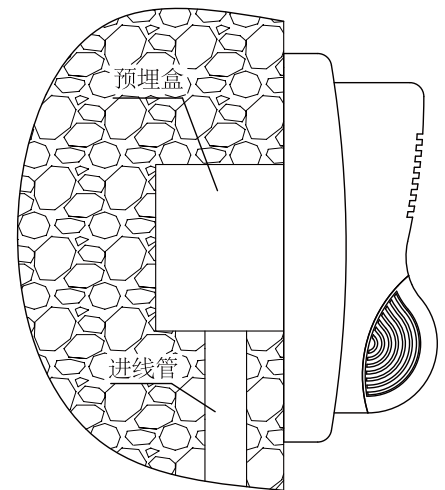
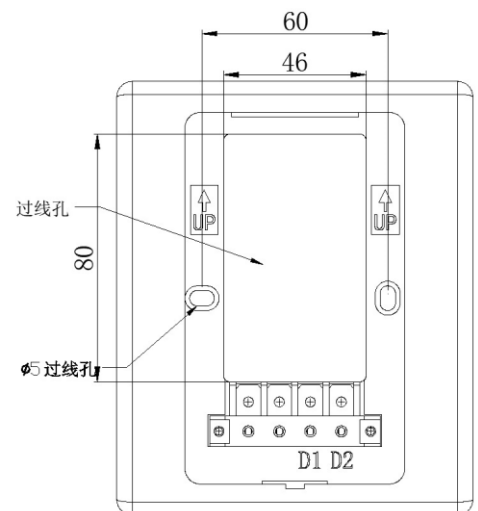

图2 进线管预埋示意图
图3 火灾声光报警器接线端子示意图
1.3 报警器采用线管预埋安装,将底盒安装在86H50型预埋盒上,安装孔距为60mm(参见图3),安装示意图如图2所示。
2.接线端子示意图如图3所示